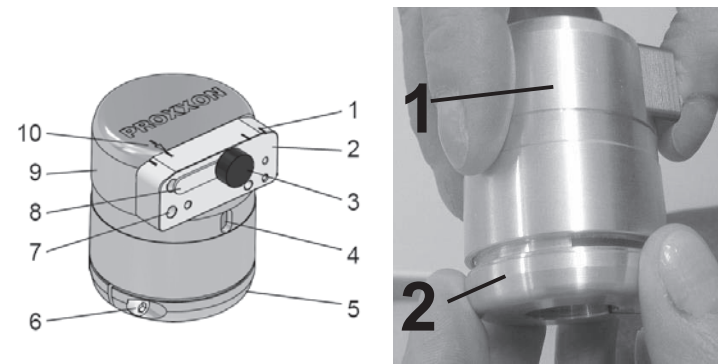

Fig. 1
2 Overview and scope of delivery (Fig. 1)
- Unscrew the knurled screw 3 (Fig. 1) from the main body 9 and remove the guiding element 2 together with the dust cover 8. Screw the main body to the fixing ring as shown in Fig. 5.
2 Panoramica e volume di consegna (Fig. 1)
- Svitare la vite zigrinata 3 (Fig. 1) dal corpo base 9 e rimuovere l'elemento di guida 2 insieme alla copertura antipolvere 8. Avvitare il corpo base sull'anello di fissaggio come mostrato nella Fig. 5.